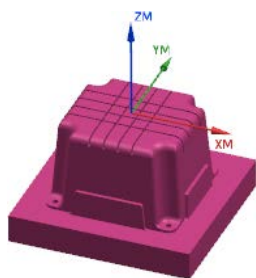

图 20.5 部件几何体
Step3. 在图形区中选择整个零件为部件几何体, 如图 20.5 所示。在“部件几何体”对话框中单击确定按钮, 完成部件几何体的创建, 同时系统返回到“工件”对话框。